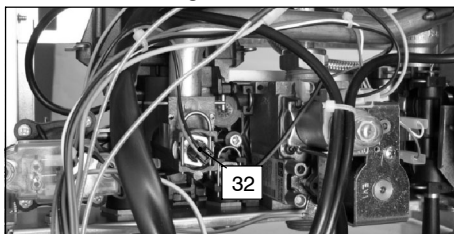

fig. 8.4
- 3 Scollegare il cablaggio della sonda NTC riscaldamento 32 in fig. 8.4
- Ricollegare il cablaggio della sonda NTC riscaldamento 32 in fig. 8.4